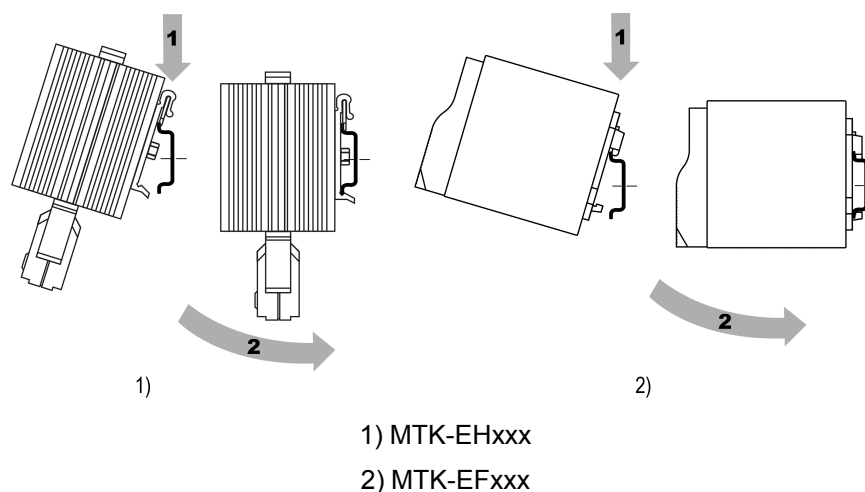

Рисунок 4.2 – Монтаж термостата на DIN-рейку
2. Нагреватель установить верхним зацепом на DIN- рейку и надавить вниз (см. рисунок 4.2, стрелка 1).
3. Прижать нагреватель к DIN-рейке до фиксации (см. рисунок 4.2, стрелка 2).